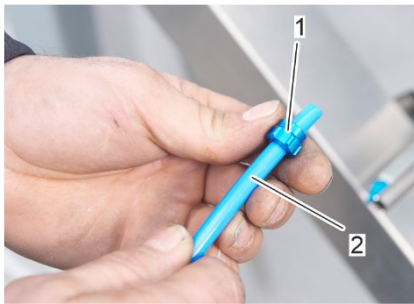

Figura 60: Introducir la tuerca de unión en la manguera de aire comprimido
3. Introduzca la tuerca de unión (Figura 60/1) en un extremo de la manguera de aire comprimido (Figura 60/2).